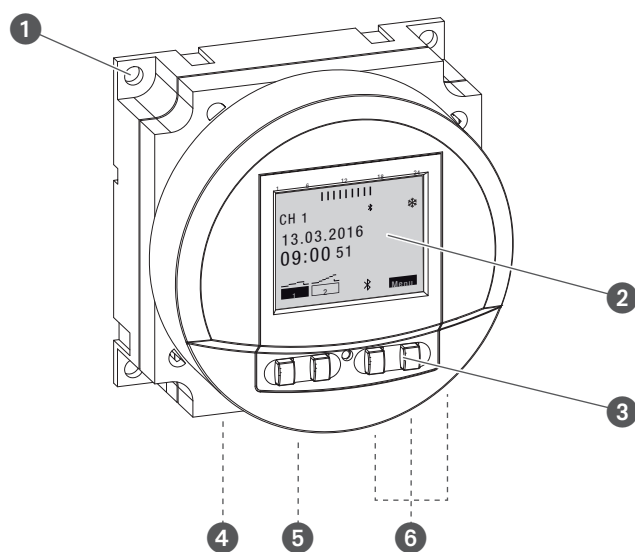
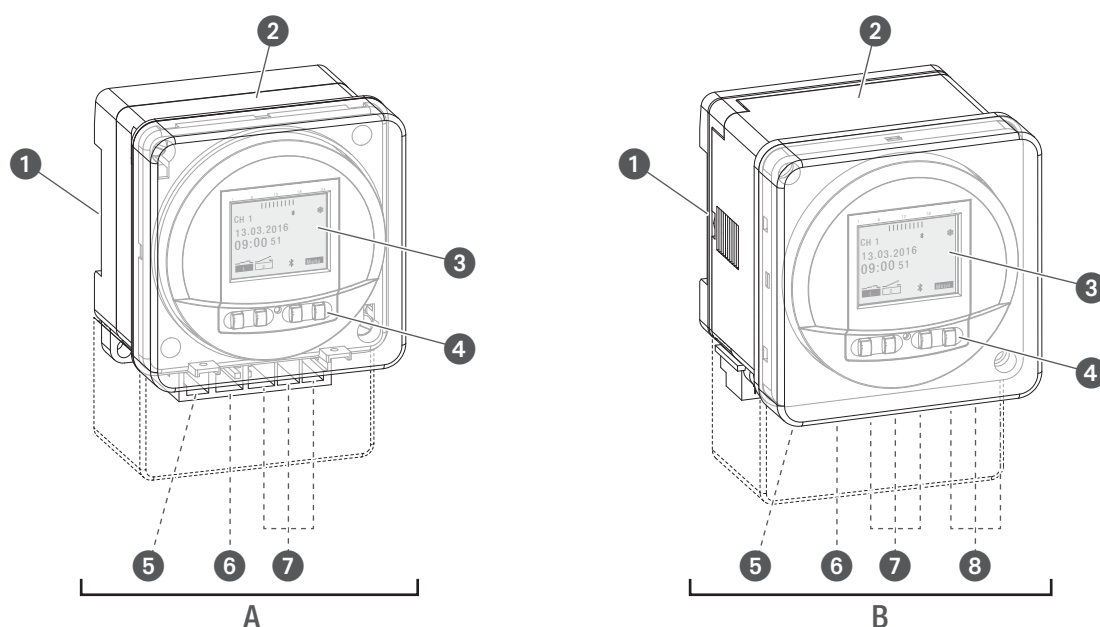

Fig. 1: Timer FMD smart
Fig. 2: Timer tactic smart
A seconda del modello, il timer è adatto per il montaggio a incasso, a parete o con un sistema a scatto su una guida DIN (➔ capitolo „Installazione“ a pagina 176); il timer attiva l'apparecchio con cui è rispettivamente collegato. A seconda del modello, il timer dispone di 1 o di 2 canali e può essere comandato mediante un display (Fig. 1/②, Fig. 2/③) con 4 tasti di comando (Fig. 1/③, Fig. 2/④). Il timer può essere programmato manualmente oppure tramite un dispositivo mobile. La frequenza del radiosegnale è di 2,4 GHz e la potenza di trasmissione massima è pari a 1,8 mW. È possibile programmare il timer solo dopo il collegamento a un'alimentazione esterna.